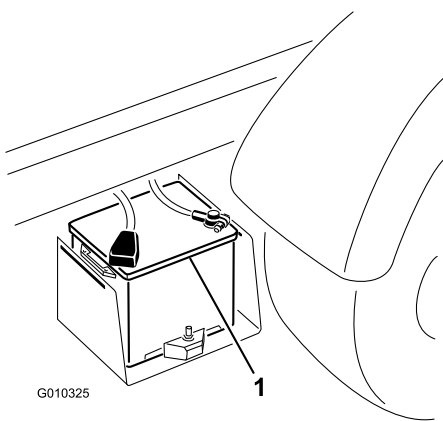

図 6
5. 充電が終わったらチャージャをコンセントから抜き、バッテリー端子からはずす (図 6)。